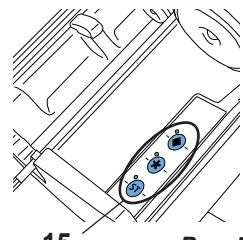

Рис. 7
- ⇒ Активируйте программу нажатием кнопки соответствующей программы смешивания (15, Рис.7).